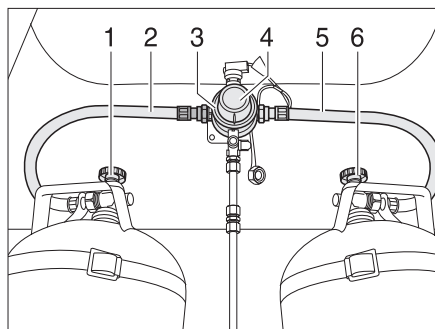
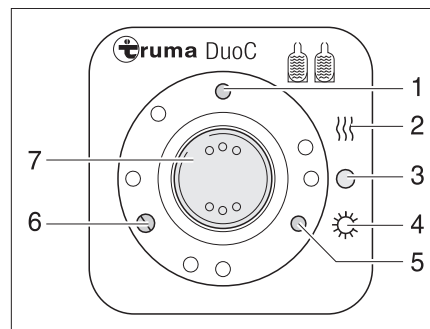

Fig. 160 Instalación de conmutación DuoControl
Fig. 161 Unidad de mando
La instalación de conmutación DuoControl se compone de una válvula selectora (Fig. 160,3) y la unidad de mando (Fig. 161). La válvula selectora está montada entre las gomas del gas (Fig. 160,2 y 5). Con el botón giratorio (Fig. 160,4) en la válvula selectora se puede determinar cuál de las bombonas de gas se utilizará como bomba de servicio y cuál bomba de gas como bomba de reserva.
En la unidad de mando (Fig. 161) únicamente pueden conmutarse las funciones eléctricas. Las llaves de paso principales de las bombonas de gas (Fig. 160,1 y 6) deben abrirse a mano.
La válvula selectora garantiza una presión de gas constante independientemente de cuál sea la bomba de gas que suministre el gas. Las dos luces de control en la unidad de mando indican el nivel de llenado de la bomba de servicio. Al estar encendida la luz de control verde (Fig. 161,6), estará llena la bomba de servicio. Al estar encendida la luz de control roja (Fig. 161,5), estará vacía la bomba de servicio. Entonces, el suministro de gas se realizará a través de la bomba de reserva.
- Abrir las llaves de paso principales en las bombonas de gas (Fig. 160,1 y 6).
- Con el botón giratorio (Fig. 160,4) en la válvula selectora (Fig. 160,3), seleccionar la bombona de gas de la que habrá de tomarse el gas principalmente (bombona de servicio).
- Conectar la instalación de conmutación DuoControl en la unidad de mando (Fig. 161).
Para ello, ajustar el interruptor basculante (Fig. 161,7) en modo de invierno "On y calentar" (Fig. 161,2) o en modo de verano "On" (Fig. 161,4). Ahora, estará purgada de aire la válvula selectora. La luz de control amarilla (Fig. 161,1) estará encendida al haber seleccionado el modo de invierno y estando conectado el deshelador de regulador.
- Poner el interruptor basculante (Fig. 161,7) en "O" (Fig. 161,3). La luz de control amarilla (Fig. 161,1) se apaga.
- Cerrar las llaves de paso principales en las bombonas de gas (Fig. 160,1 y 6).
Las luces de control en la unidad de mando (Fig. 161,5 y 6) señalizan en el interior del vehículo si la bombona de servicio está dispuesta para el funcionamiento.
En caso de que luz de control verde (Fig. 161,6) se apague durante el servicio y se encienda la luz de control roja (Fig. 161,5), estará vacía la bombona de gas seleccionada como bombona de servicio y deberá ser cambiada. La bombona de reserva seguirá suministrando gas a los consumidores de gas.